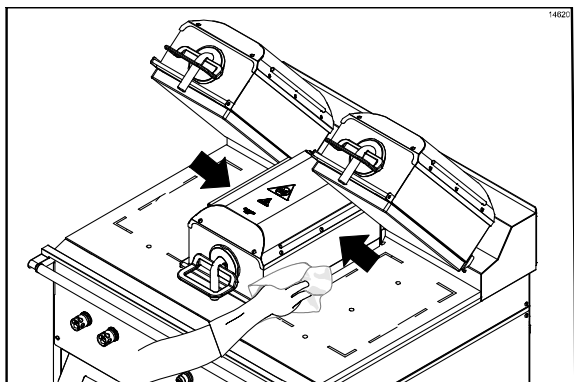

Figura 103
33. Enxágue os dois lados do platen do meio. (Veja a Figura 103.)